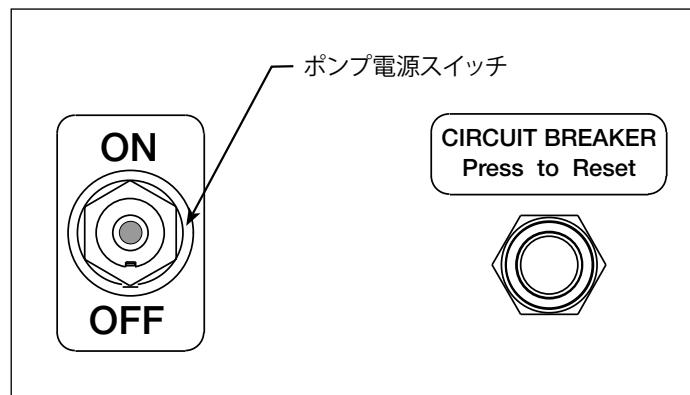

図7 ポンプ制御パネル
5.1 ポンプ電源スイッチ(図7参照)
4. 装置を電源に接続します。ポンプの電源スイッチをオンの位置に切り替えます。図7を参照してください。